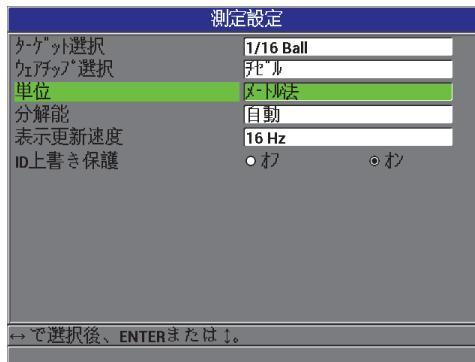

図 3-2 測定設定画面 – 単位
3. 測定設定画面（51 ページ図 3-2 参照）で、単位を English （インチ単位）またはメートル法に設定します。
3. 測定設定画面で（51 ページ図 3-2 参照）、表示更新速度を目的の値に設定します：4Hz、8Hz、16Hz または 20Hz。
3. 測定設定画面（51 ページ図 3-2）で、分解能を希望するオプションに設定します：